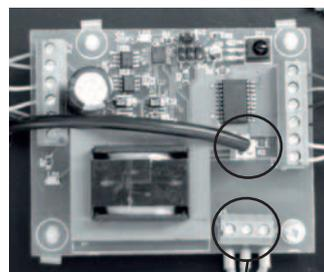
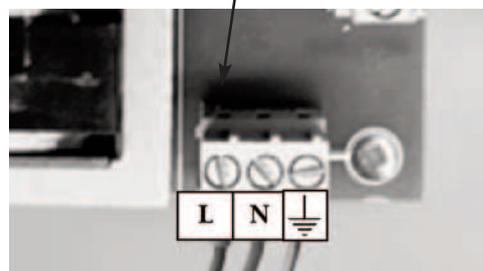

Fig. 7
Fig. 8
4.2.7 Togliere il coperchio del carter e inserire il connettore del magnete nell'apposito connettore predisposto sulla scheda elettronica (fig. 7).
4.2.8 Collegare il cavo di alimentazione dell'ALAPANEL e ALAPANEL-S alla morsettiera della scheda elettronica rispettando le posizioni come indicato in (Fig. 8). Alimentare l'unità, le alette si apriranno qualche secondo eseguendo il test di primo avviamento. Verificare che il led 1 (Fig. 7) sia acceso. Utilizzando il telecomando del climatizzatore Mitsubishi Electric inviare il comando di ON. Per il sistema ALASPLIT-S prevedere il telecomando PAR-FL32MA (da acquistare separatamente). Il led 2 (Fig. 7) si deve accendere per segnalare che la scheda è stata attivata. Alle successive accensioni, il led 1 e il led 2 si devono accendere. Terminata questa operazione riposizionare il coperchio del carter.